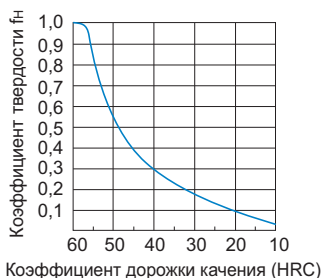

Рис.1 Показатель твердости ( $f_n$ )
- $f_n$  : коэффициент твердости (см. Рис.1 **A11-6**)